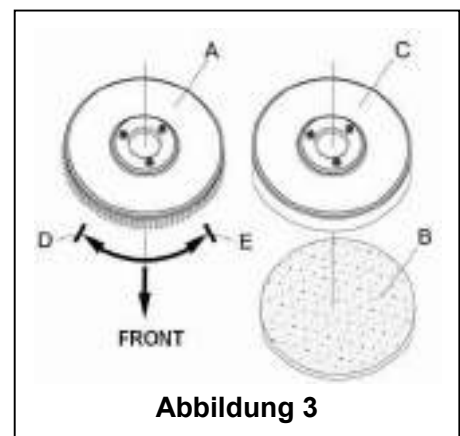

Abbildung 3
Je nach Art des zu reinigenden Bodens kann das Gerät mit Bürste (Abbildung 3, A) oder einem Pad-Halter (Abbildung 3, B und C) ausgestattet werden.
1. (Gilt nur für **AS430C** und **AS510C**): Stellen Sie sicher, dass das Stromkabel (9) von der Stromversorgung getrennt und der Schalter (38) ausgeschaltet (**O**) ist.
2. Drücken Sie den Lenker (2) nach unten, um das Tankgehäuse (26) anzuheben.
3. Legen Sie die Bürste (A) oder den Pad-Halter (B - C) unter das Gehäuse.
4. Verwenden Sie den Lenker (2) zum Absenken des Tankgehäuses (26), damit es in Kontakt mit der Bürste oder dem Pad-Halter kommt.
5. Um den Bürsten/Pad-Halter automatisch zu installieren, schalten Sie den Netzschalter (38) auf die "I"-Position und drücken Sie den Sicherheitsschalter (1). Schieben Sie das Gerät vorsichtig vorwärts, sodass sich die Riemenscheibe an der Unterseite des Tankgehäuses an der Bürste oder dem Pad-Halter ausrichten kann, die dann installiert werden können. Dann lassen Sie den Sicherheitsschalter los. Falls erforderlich, wiederholen Sie diesen Vorgang, bis der Bürsten/Pad-Halter installiert ist.
6. Wenn sich Schritt 5 als zu schwierig erweist, verwenden Sie die manuelle Methode, indem Sie der Pfeilspitze (D) folgen, um den Bürsten/Pad-Halter (wie in **Abbildung 3** gezeigt) zu installieren.
7. Um den Bürsten/Pad-Halter automatisch zu entfernen, schalten Sie den Netzschalter (38) auf die "O"-Position. Halten Sie mit der Hand den Lenker, und drücken Sie das Gerät nach unten, bis das Führungsrad den Boden berührt und der Bürsten/Pad-Halter in der Luft hängt. Schalten Sie den Netzschalter (38) auf die "I"-Position, und drücken Sie den Sicherheitsschalter nach unten, damit sich die Bürste oder der Pad-Halter dreht, bis der Bürsten/Pad-Halter auf den Boden fällt.
8. Wenn sich Schritt Nr. 7 als zu schwierig erweist, verwenden Sie das manuelle Verfahren, indem Sie den Bürsten/Pad-Halter entgegen der normalen Drehrichtung drehen, er kann dann entfernt werden. (Wie in **Abbildung 3** dargestellt.)